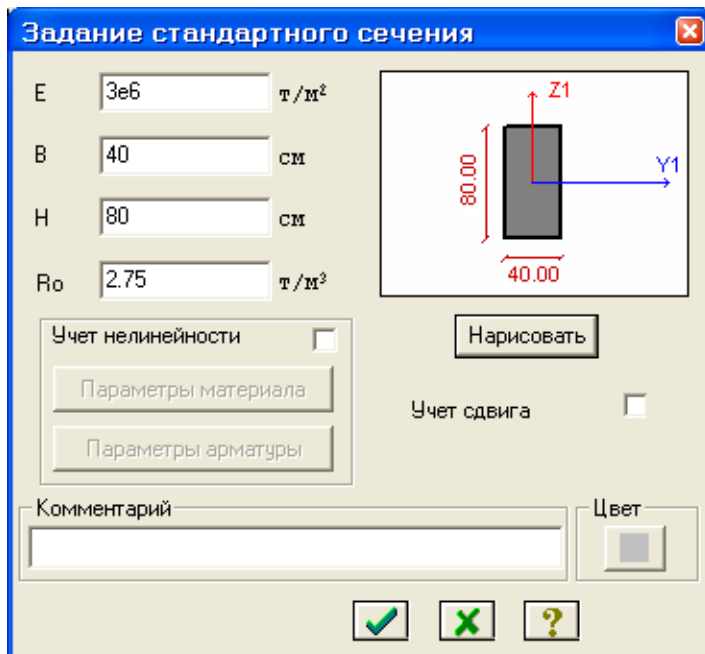

Рис.9.16. Диалоговое окно **Задание стандартного сечения**
- В диалоговом окне **Задание стандартного сечения** (рис.9.16) задайте параметры сечения **Брус**: